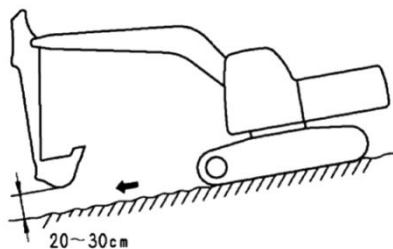

Рисунок 4.25. Съезд с наклонной поверхности
- 2) При движении вниз по поверхности, уклон которой более 15 °, устанавливайте рабочее оборудование в положение, показанное на рис. 4.25, и снижайте частоту вращения двигателя.